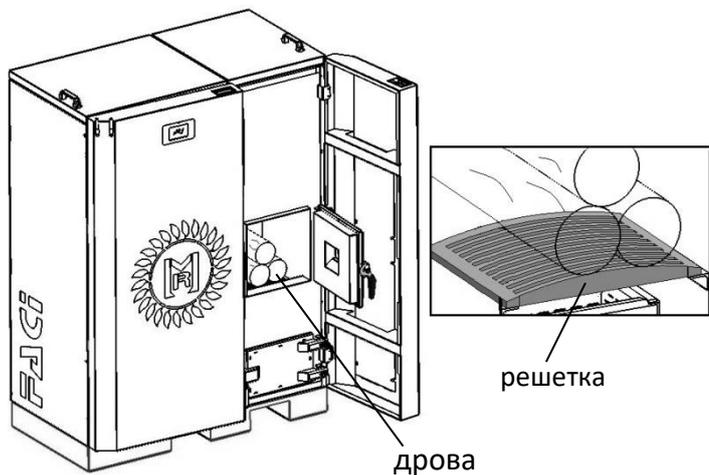

Рис. 27
3.2.4 Установить решетку (*решетка имеется не во всех комплектациях). Положить дрова в топку котла (см рис. 27).